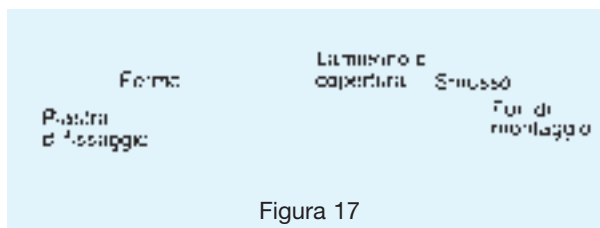

Figura 17
1. Posizionare i fermi su entrambe le estremità del lamierino di copertura, come mostrato nella figura 17, utilizzando la piastra e le viti a testa svasata in dotazione. I piani dei fermi devono essere rivolti verso l'esterno.